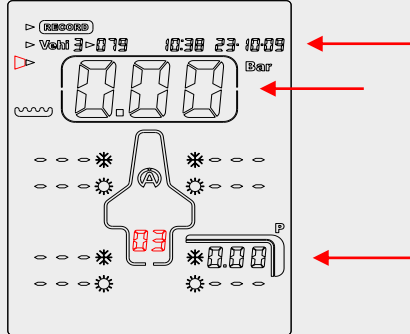

Figure 3
4) ボタン  or , « **FACE** »を選択 (figure 3)
例 (figure 3), Tyrecontrol